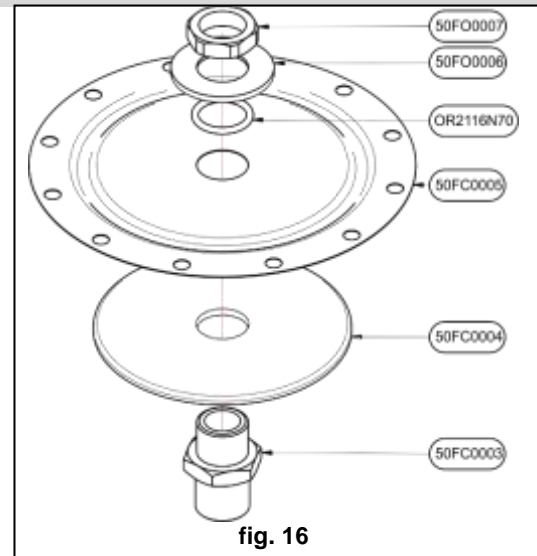

fig. 16
4. Ensamble las piezas en orden inverso verificando la posición según la fig. 16.